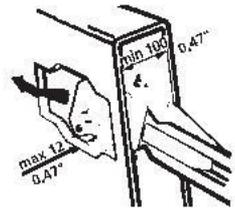

Fig. 11
- Retirez le levier et sortez le système par l'ouverture (Fig. 11).